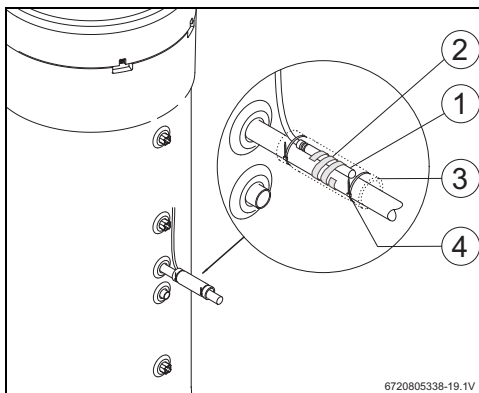

Fig. 12
- ▶ Colocar el sensor de temperatura que se conecta al accesorio (fig. 12, [1]) como se muestra en la fig. 12.
- ▶ Fijar el sensor de temperatura al tubo de agua con la espiral de plástico suministrada (fig. 12, [2]).
- ▶ Envolver el sensor de temperatura con material aislante (fig. 12, [3]).
- ▶ Fijar el aislamiento con las dos bridas suministradas (fig. 12, [4]).